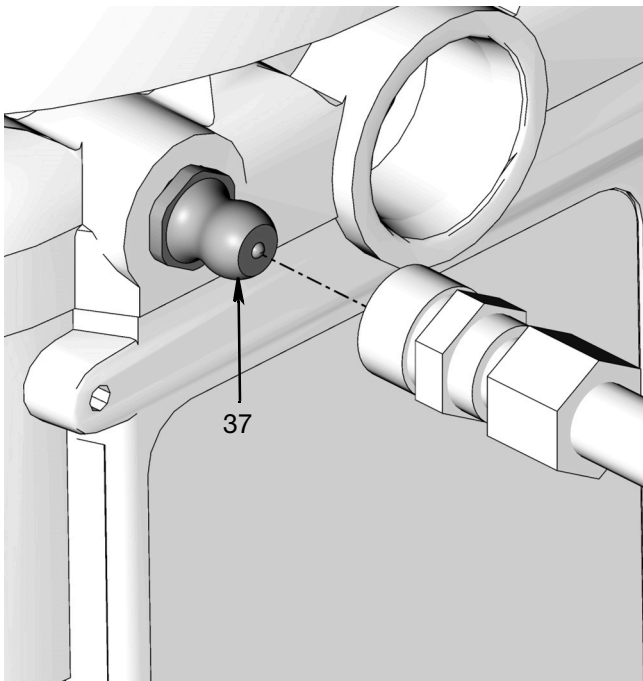

ABB. 11
1. Füllschlauch an der Einlassverschraubung *(37) anschließen (ABB. 11).
1. Den Füllschlauch an der Einlassverschraubung anschließen (ABB. 11).